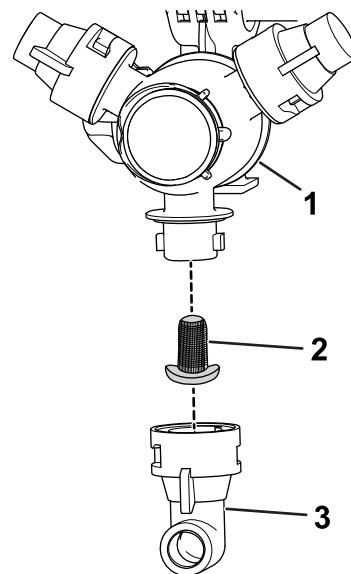

Figura 104
2. Rimuovete l'ugello dalla torretta di irrorazione (Figura 104).
3. Rimuovete il filtro dell'ugello usato (Figura 104).
4. Montate il nuovo filtro dell'ugello (Figura 104).
5. Montate l'ugello sulla torretta di irrorazione (Figura 104).